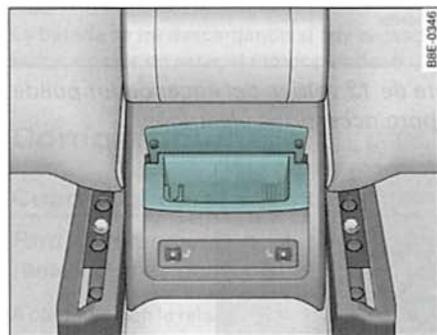

Fig. 114 Cenicero trasero
- Tome la carcasa por la tapa abierta ⇒ *página 111*, fig. 114 y extráigala hacia arriba.